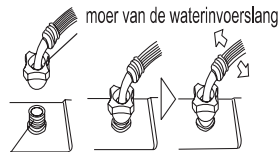

afbeelding 3
- Waterpas zetten van de wasmachine. De machine is uitgerust met verstelbare steunvoetjes. Stel de voetjes voor gebruik af, zodat de machine horizontaal staat. Zie afbeelding 3